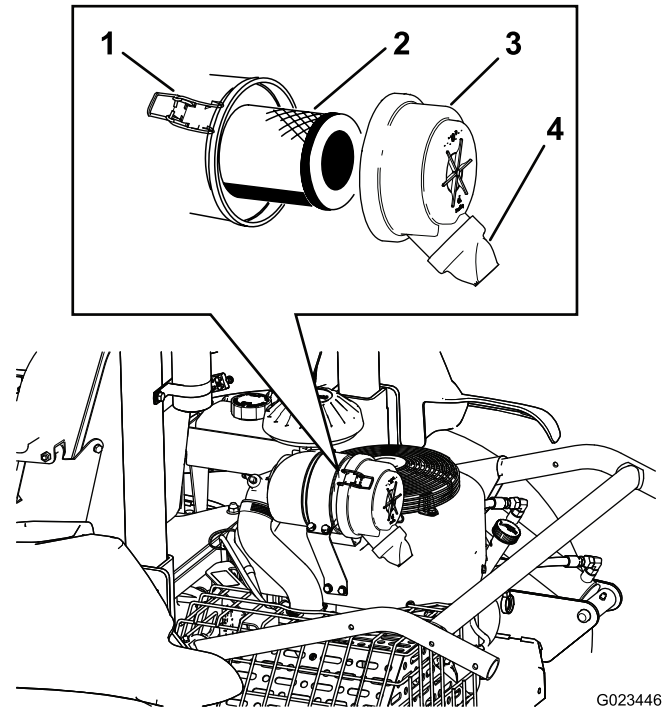

图42
2. 松开将空气滤清器盖固定到空气滤清器壳体上的搭扣 图42。